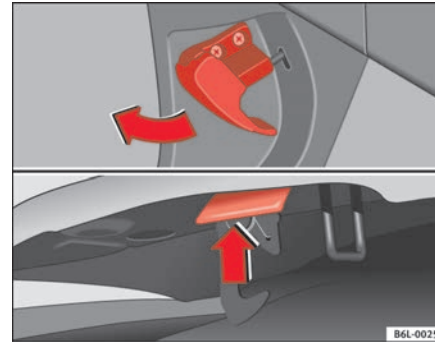

Abb. 125 Riegel der Motorraumklappe.
- Ziehen Sie den Hebel unter der Instrumententafel ⇒ Abb. 125 in Pfeilrichtung. Die Motorraumklappe wird durch Federwirkung entriegelt ⇒ ⚠.